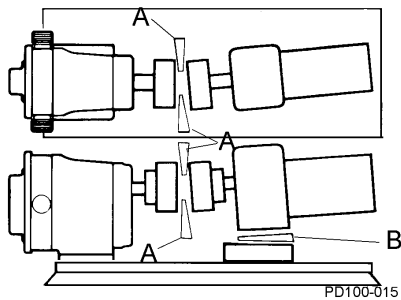

Abbildung 19 - Schrägausrichtung prüfen
1. Prüfen Sie mit einer Fühllehre oder einem Lehdorn (Abbildung 19, Pos. A und B) die Fluchtung an vier Punkten, jeweils um 90° versetzt um die Kupplung herum. Stellen Sie sie an allen Punkten auf das gleiche Maß ein.